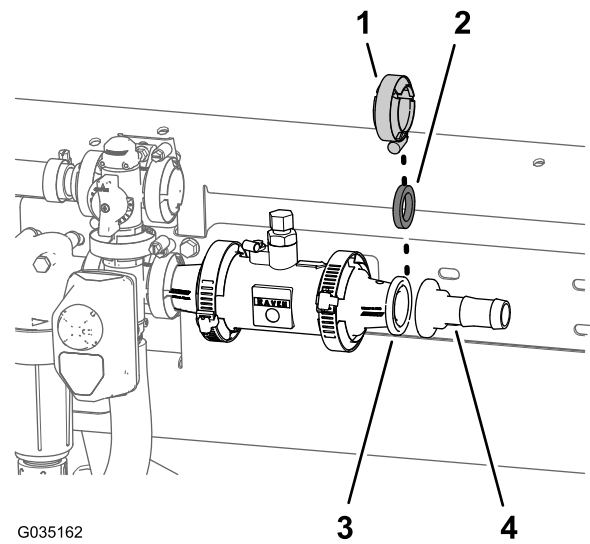

Figure 56
- Fixez le raccord de flexible et le joint à l'adaptateur réducteur (Figure 56) avec un collier à bride (51 mm) (2 po).
- Alignez le joint (1-5/16 po) que vous avez retiré à l'opération et le raccord cannelé sur l'extrémité de l'adaptateur réducteur (Figure 56).